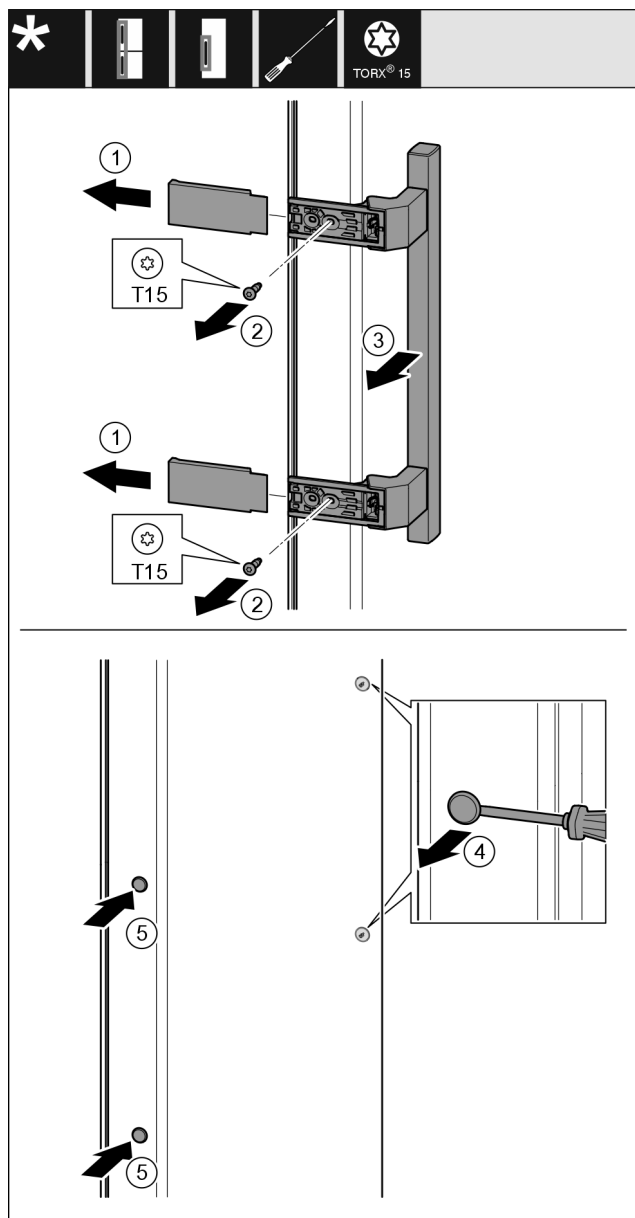

Fig. 40
- ▶ Húzza le a fedelet Fig. 40 (1).
- ▶ Tekerje ki a csavarokat Fig. 40 (2) csavarhúzóval.
- ▶ Vegye le a fogantyút Fig. 40 (3).
- ▶ Óvatosan emelje meg és húzza ki az oldalsó dugót Fig. 40 (4) lapos csavarhúzóval.
- ▶ Tegye vissza a dugót Fig. 40 (5) a másik oldalra.